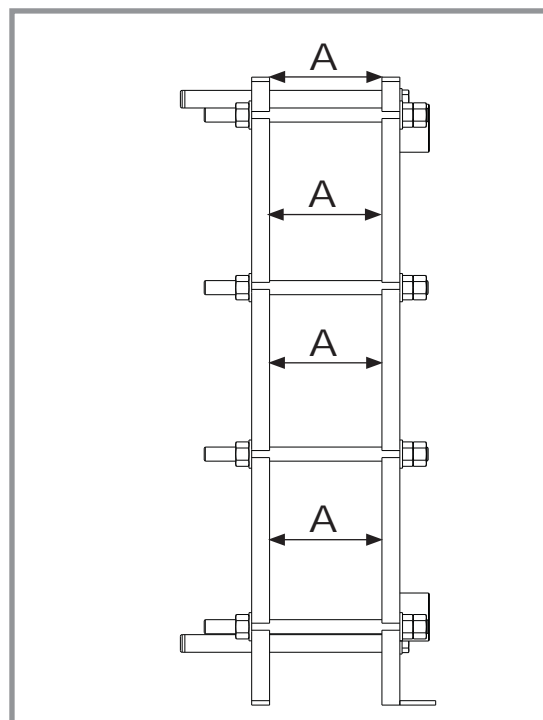

figure 10 - Vue échangeur sur longueur
- Nous conseillons de prendre la cote de serrage avant le démontage (voir fig. 10).